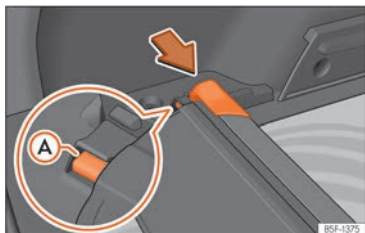

Fig. 131 En el maletero: alojamiento para guardar la bandeja enrollable.
- Presione el cabezal de la bandeja enrollable en el sentido de la flecha hasta encajarlo en el alojamiento previsto para tal uso »» **fig. 131**. Asegúrese de que el patín **A** encaja en el alojamiento correspondiente.